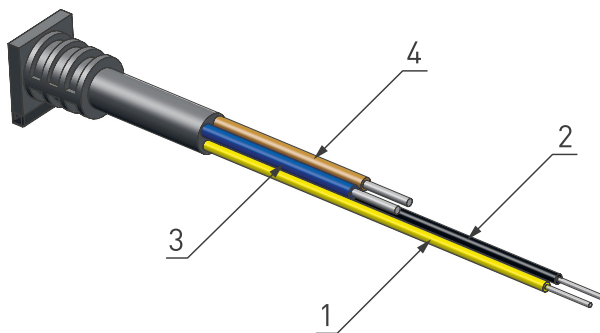

Рис. 2.
- 3.4. Подключите провода от шины DALI к выводам 1 — желтый и 2 — черный, рис. 2. Если управление DALI не предусматривается, оставьте неиспользуемыми провода, надежно заизолировав выводы.
- 3.5. Подключите обесточенные провода электросети к входным проводам [3 и 4] с цветами «синий» — ноль и «коричневый» — фаза, рис. 2.